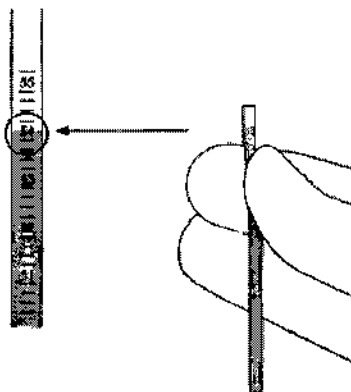

Figura A-4
3. Coloque el extremo del catéter distal al mismo nivel que el líquido del manómetro (figura A-4).